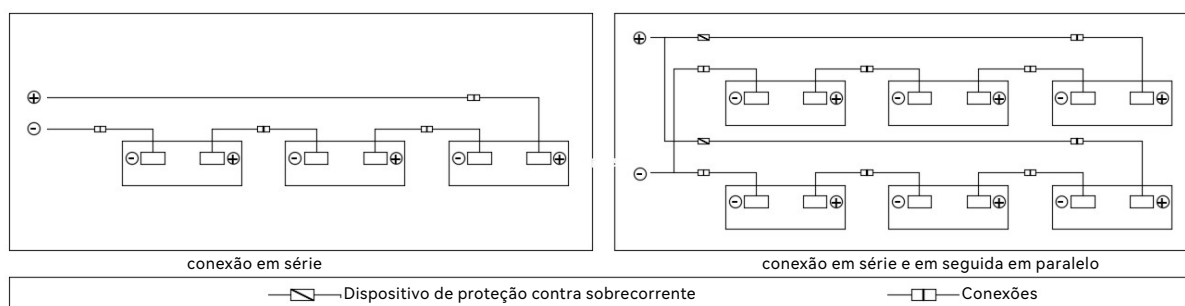

Figura 20. Diagrama elétrico em série e paralelo
em paralelo, a corrente final é a soma da corrente de cada string de produtos Galaxy Plus, conforme mostrado na Figura 20. Os produtos Galaxy Plus de diferentes modelos de desempenho elétrico não devem ser conectados em uma única string.
- Se uma corrente reversa que exceda a corrente máxima do fusível do produto Galaxy Plus puder passar pelo produto Galaxy Plus, um dispositivo de proteção contra sobrecorrente do mesma capacidade deverá ser usado para proteger o produto. Se o número de conexões paralelas for maior ou igual a 2 strings, deverá haver um dispositivo de proteção contra sobrecorrente em cada string dos produtos, conforme mostrado na Figura 20.